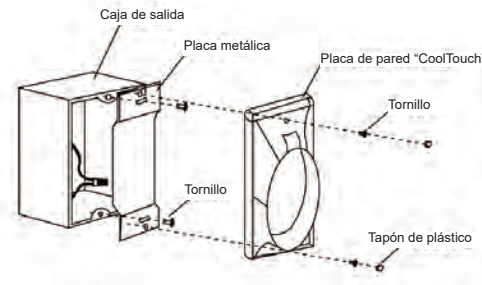

Figura 23
Paso 2. Instale la placa de metal y la placa de pared "CoolTouch" en la caja de salida existente en la pared con los 4 tornillos provistos. Luego coloque los dos tapones de plástico en la placa de pared. (Figura 23)